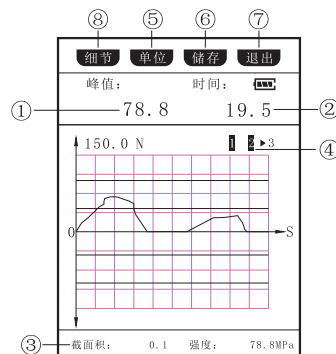

图11
⑧停止键：停止测试进入储存界面（图11）。
测试材料强度参数为“是”，显示截面积与强度大小（图11）；
若存储位为0，按此键返回存储界面（图11）；